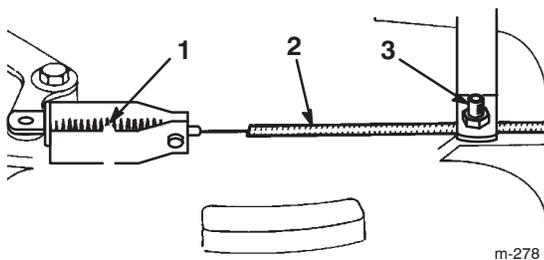

Bild 34
3. Lockern Sie die Klemmschraube, bis sich der Bremszug verschieben lässt (Bild 34).